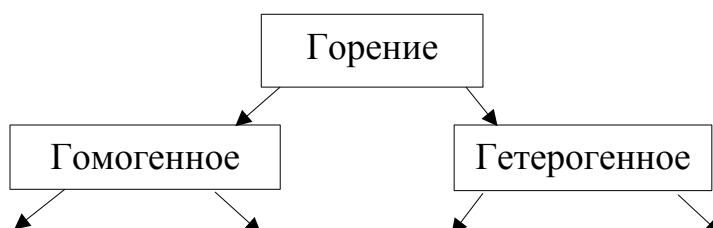

Рисунок 2 - Горение
**Задание 2.** Продолжить схему (рис. 2) горения.